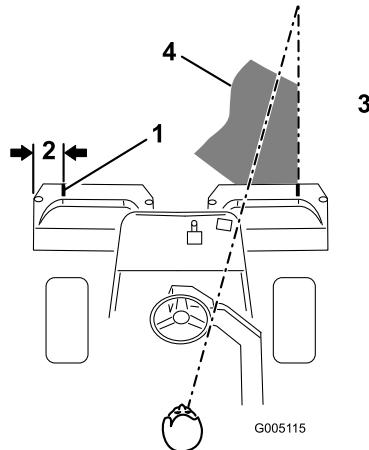
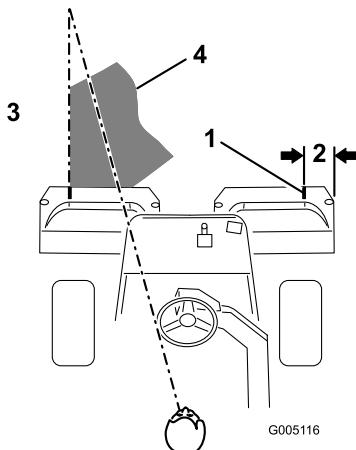

Figure 38
Figure 39
- Placez une bande de papier blanc ou un trait de peinture sur chaque bac parallèlement à son bord extérieur (Figure 38).
- Minimisez le chevauchement de la passe précédente lors de la passe de retour. Pour vous aider à conserver une ligne droite en travers du green et à maintenir la machine à égale distance du bord de la passe précédente, établissez une ligne de vision imaginaire à environ 1,8 à 3 m en avant de la machine jusqu'au bord de la partie non coupée du green (Figure 38 et Figure 39). Certains trouvent qu'il est utile de faire passer la ligne de vision par le bord extérieur du volant, c.-à-d. de maintenir le bord du volant aligné avec un point qui est toujours éloigné de la même distance par rapport à l'avant de la machine (Figure 38 et Figure 39).